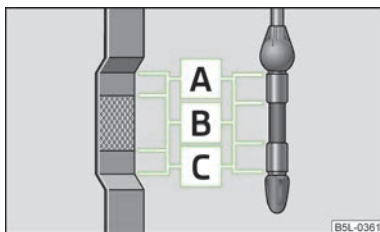

Fig. 158
La varilla indicadora del nivel de aceite indica el nivel de aceite de motor » fig. 158.
- El nivel de aceite no debe sobrepasar nunca la zona **A** » fig. 158. ¡Riesgo de daños en el sistema de gases de escape!